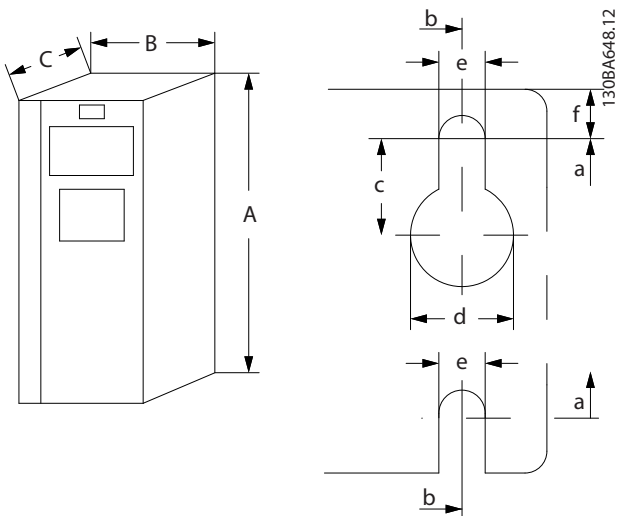
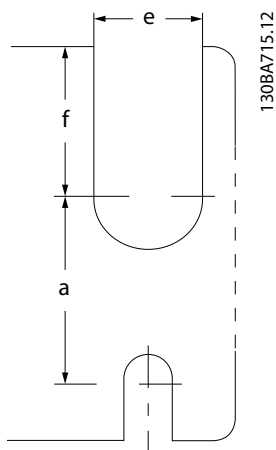

Abbildung 8.2 Obere und untere Bohrungen (Siehe Kapitel 8.9 Nennleistungen, Gewicht und Abmessungen)
Abbildung 8.3 Bohrungen oben und unten (B4, C3 und C4)
1) Siehe Abbildung 8.2 und Abbildung 8.3 für die oberen und unteren Bohrungen.